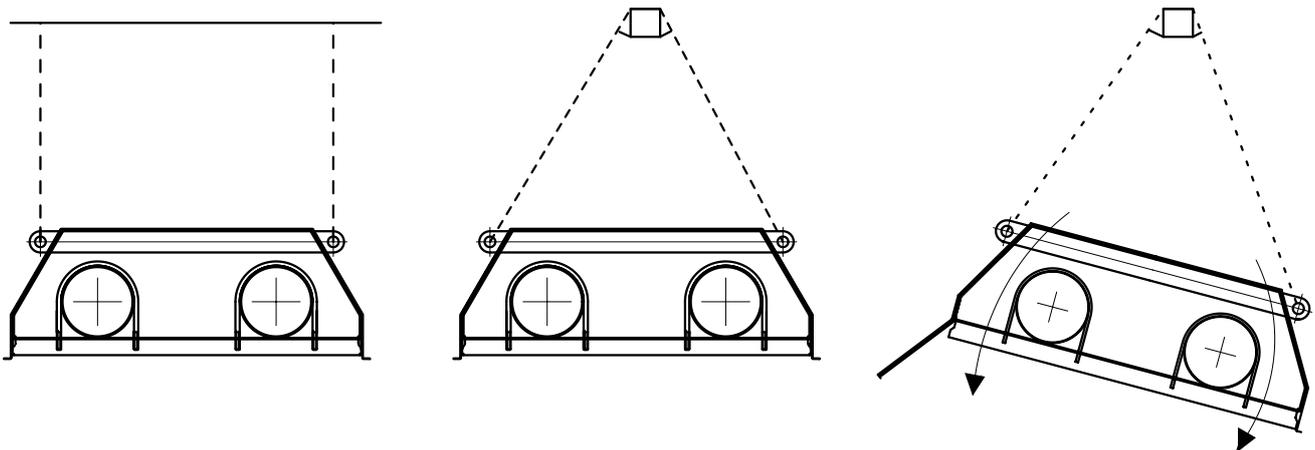

Abb. 6: Aufhängung des Infrarotstrahlers HELIOS
2. Gemäß Abb. 6 ist der IR-Strahler in geeigneter Weise (zumindest an zwei Aufhängungspunkten) so zu sichern, dass er sich nicht umdrehen kann.